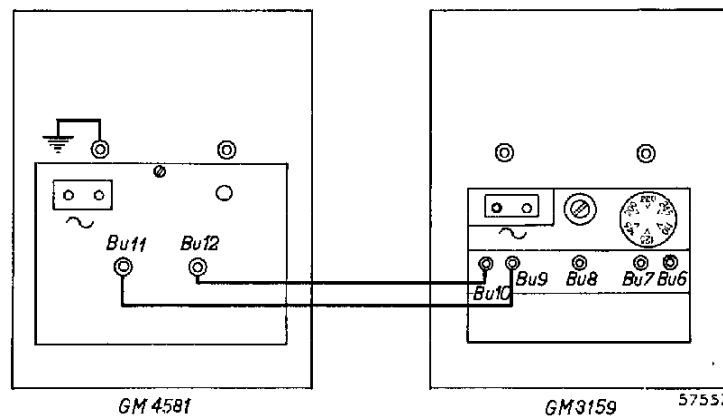
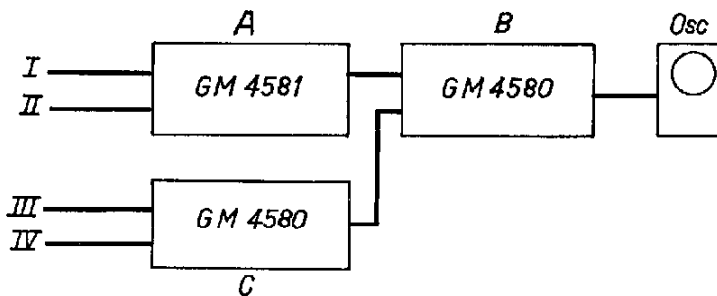
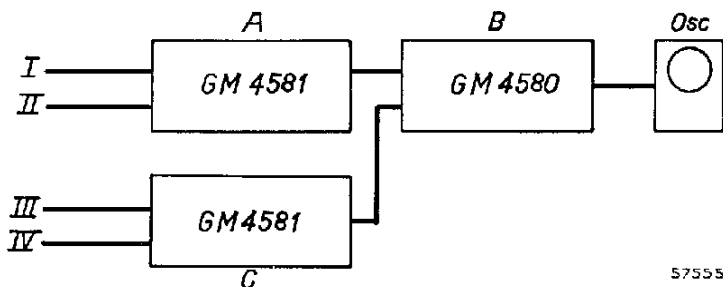

Fig. 7. Aansluiting op de GM 3159
Fig. 11. Toepassing van drie electronenschakelaars met 2 gevoelige en 2 minder gevoelige kanalen
Fig. 12. Toepassing van drie electronenschakelaars met 4 gevoelige kanalen
3. Aansluiting op de GM 3159 (fig. 7)
gestippelde stand in fig. 11 van de gebruiksaanwijzing van de GM 3159). De verticale afbuigplaten zijn dan rechtstreeks verbonden met de bussen Bu9 en Bu10 op de achterzijde van de oscillograaf. Deze worden nu met behulp van de meegeleverde snoertjes verbonden met de uitgangsbussen Bu11 en Bu12 van de GM 4581 (zie fig. 7). Het derde snoertje dient voor doorverbinding van de aardaansluiting van de oscillograaf met de aardbus (Bu7) van de GM 4581. Indien op het scherm een storende uitslag zichtbaar wordt, kan dit worden verholpen door knop R4 van de GM 3159 naar links te draaien.
Gebruikt men als derde schakelaar de GM 4580 (fig. 11), dan heeft men de beschikking over 2 gevoelige kanalen (van de GM 4581) en 2 minder gevoelige kanalen (van de GM 4580), terwijl men over 4 gevoelige kanalen beschikt bij gebruik van de GM 4581 als derde schakelaar (fig. 12). De opstelling en de bediening geschieden op overeenkomstige wijze als bij gebruik van twee electronenschakelaars. De verschillende handelingen zijn in het kort hieronder aangegeven.
a. 2 gevoelige en 2 minder gevoelige kanalen (fig. 11)
b. 4 gevoelige kanalen (fig. 12)